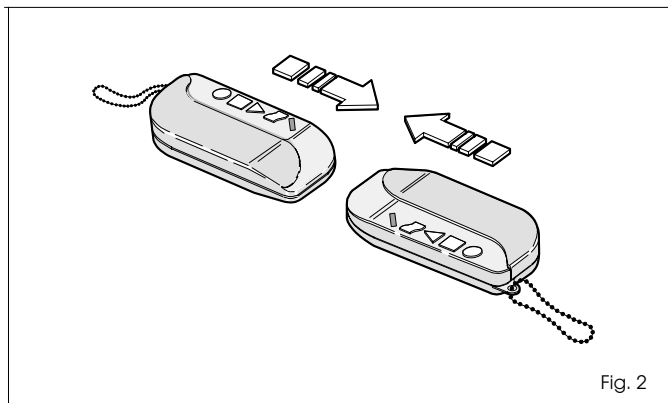

Fig. 2
- 1) Aproximar los dos transmisores como en la fig.2.